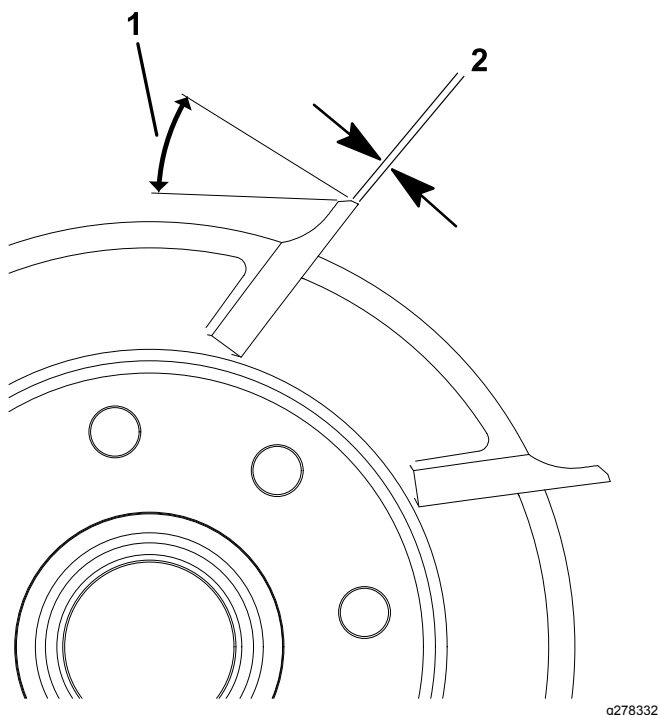

図 19
1. 全部のリール刃に 30 °の角度で 2 番削りを行って、ランド部の幅を 0.76 mm にしてください 図 19。